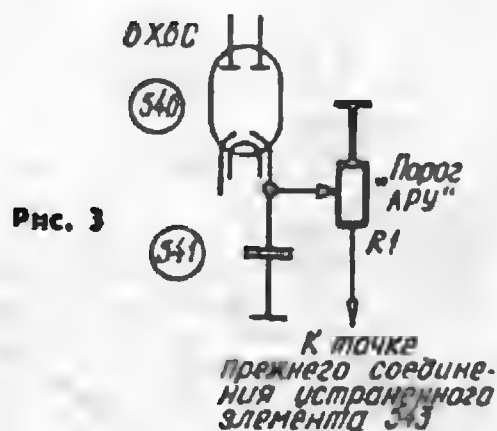

Рис. 3
3. Для улучшения работы системы АРУ вводится регулировка порога срабатывания в соответствии с рис. 3. Регулировочный резистор R1 устанавливают на передней панели вместо ВЧ разъема «АРУ». Номинал этого резистора не критичен и определяется только допустимой рассеиваемой мощностью (приложенное напряжение равно 160 В). Он может находиться в пределах 100...910 кОм при номинальной рассеиваемой мощности 0,5 Вт.